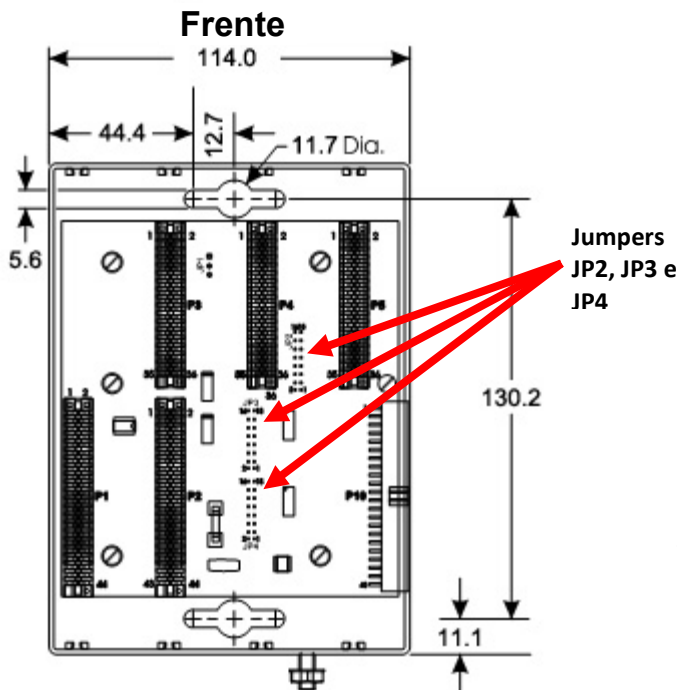

Figura 2. Dimensões do invólucro de base com 4 slots do ControlWave Micro (em milímetros)
- **Invólucro de base.** Posicione-o, como desejado, dentro da placa de montagem do invólucro e localize os furos de montagem da placa, usando o ControlWave Micro como modelo. Consulte a *Figura 2* para saber as dimensões. Perfure e cubra os orifícios dentro da placa de montagem. Coloque o ControlWave Micro sobre os orifícios cobertos e prenda-o à placa com quatro parafusos (não fornecidos). Aperte os parafusos com torque de aproximadamente 1,1 a 1,4 N-m.
Nota: Se você estiver prendendo um invólucro de expansão a um invólucro de base com 4 ou 8 slots, retire as três terminações de barramento (JP2, JP3 e JP4, mostradas dentro da *Figura 2*) do backplane do invólucro de base com 4 ou 8 slots.
Os invólucros de base têm um terminal de aterramento (consulte a *Figura 2*) que acomoda um fio de até 5,19 mm (4 AWG). Após instalar o invólucro de base e todos os invólucros de expansão e **antes** de instalar todos os